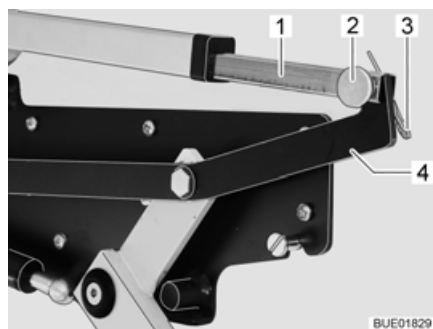

Fig. 123 Azionamento del letto basculante
- Separare il collegamento tra biella (Fig. 123,1) e leva (Fig. 123,4). A tale scopo, estrarre la copiglia (Fig. 123,3) e il perno (Fig. 123,2).